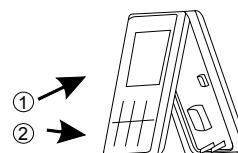

Fig. 3
- Depois de ligar o cabo de ligação ao corpo principal do comando com fios, conforme ilustrado na Fig. 3) Instale a parte principal do corpo de acordo com os seguintes passos: